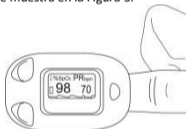

Figura 5 Posición del dedo
- 2) Abra la pinza según se muestra en la Figura 5.